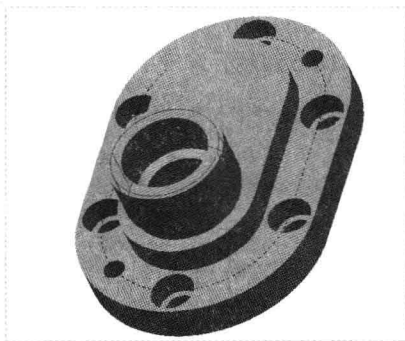

图 18-58 创建修饰螺纹
Step 14 单击“应用并保存在工具中所做的所有更改,然后关闭工具操控板”按钮 ,完成修饰螺纹的创建,如图 18-58 所示。